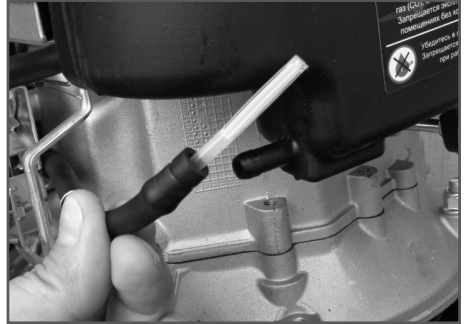

Рис. 19 Фильтр топливный
4. Извлеките из топливного шланга топливный фильтр (Рис. 19).